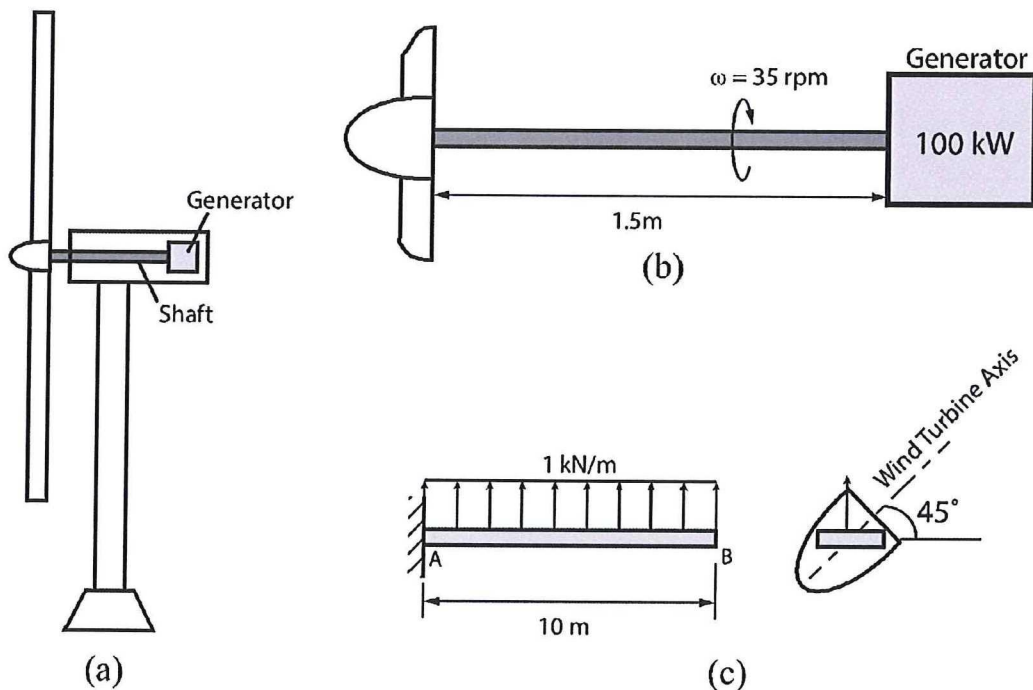

Figure Q3
You are part of a small company designing a 20 m diameter two-bladed wind turbine shown schematically in Figure Q3(a). The wind turbine has a maximum power generation capacity of  $P = 100$  kW produced at a turbine rotation speed of  $\omega = 35$  rpm.
*Je bent onderdeel van een klein bedrijf dat een 20 m diameter, twee-bladige windturbine aan het ontwerpen is, zoals getoond in figuur Q3(a). De windturbine heeft een maximaal vermogenopwekkingscapaciteit van  $P = 100$  kW dat geproduceerd wordt bij een turbine hoeksnelheid van  $\omega = 35$  rpm.*
- a) The generator is driven by a 1.5 m long shaft connected directly to the wind turbine rotor, as shown Figure Q3(b). Calculate the minimum outer diameter (to the nearest mm) of this shaft if it is constrained to an outside-diameter-to-inside-diameter ratio of  $d_o/d_i = 1.25$ , and a maximum shear stress on the outer surface of the shaft of 100 MPa. Shaft material properties:  $G = 80\text{GPa}$ ,  $\sigma_y = 300\text{MPa}$ . In the rounding of the answer be mindful of the design criterion. (Note: for power transmission shafts,  $P = \omega T$ ;  $P =$  power,  $\omega =$  shaft rotation speed,  $T =$  shaft torque)
*De generator wordt aangedreven door een 1.5 m lange as, die direct aan de windturbine verbonden is, zoals getoond in figuur Q3(b). Bereken de minimale buitendiameter (op de dichtstbijzijnde mm) van deze as, als deze beperkt is tot een buiten/binnendiameter ratio van  $d_o/d_i = 1.25$  en een maximale schuifspanning aan de buitenkant van de as van 100 MPa. Materiaal eigenschappen van de as:  $G = 80\text{GPa}$ ,  $\sigma_y = 300\text{MPa}$ . Hou bij het afronden van het antwoord rekening met het ontwerpcriterium. (Let op: voor vermogen overbrengende assen  $P = \omega T$ ;  $P =$  vermogen,  $\omega =$  hoeksnelheid van de as,  $T =$  torsie van de as)*
- c) Excessive deformation of the wind turbine blades can adversely affect their efficiency. A design constraint has been imposed limiting the blade tip deflection in the direction of the wind turbine axis to 0.5 m. Approximating each blade as a prismatic beam oriented  $45^\circ$  to the wind turbine axis, with a uniform distributed load as shown in Figure Q3(c), calculate the required flexural rigidity of the blades. In the rounding of the answer be mindful of the design criterion.
*Excessieve deformatie van de windturbine bladen kan hun effectiviteit negatief beïnvloeden. Een ontwerprestrictie is opgelegd die de doorbuiging van de tip van het turbineblad in de richting van de turbine as beperkt tot 0.5m. Als we ieder blad modelleren als een prismatische balk met een verdeelde belasting onder een hoek van  $45^\circ$  met de windturbine as, zoals getoond in figuur Q3(c), bereken de waarde van de benodigde stijfheid van de bladen. Hou bij het afronden van het antwoord rekening met het ontwerpcriterium.*